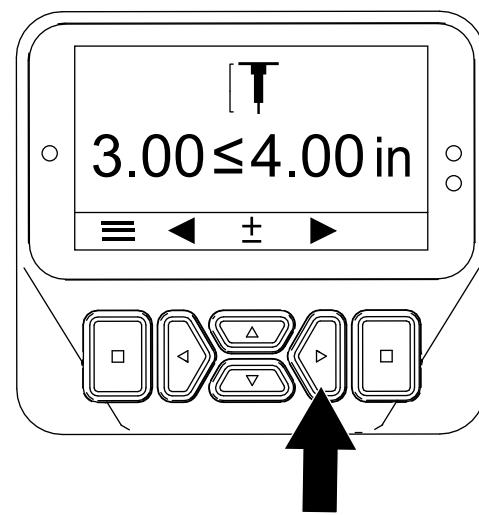

図 47
4. 右ボタンを押して、「穴の深さの設定」画面を表示する \(図 47\)。